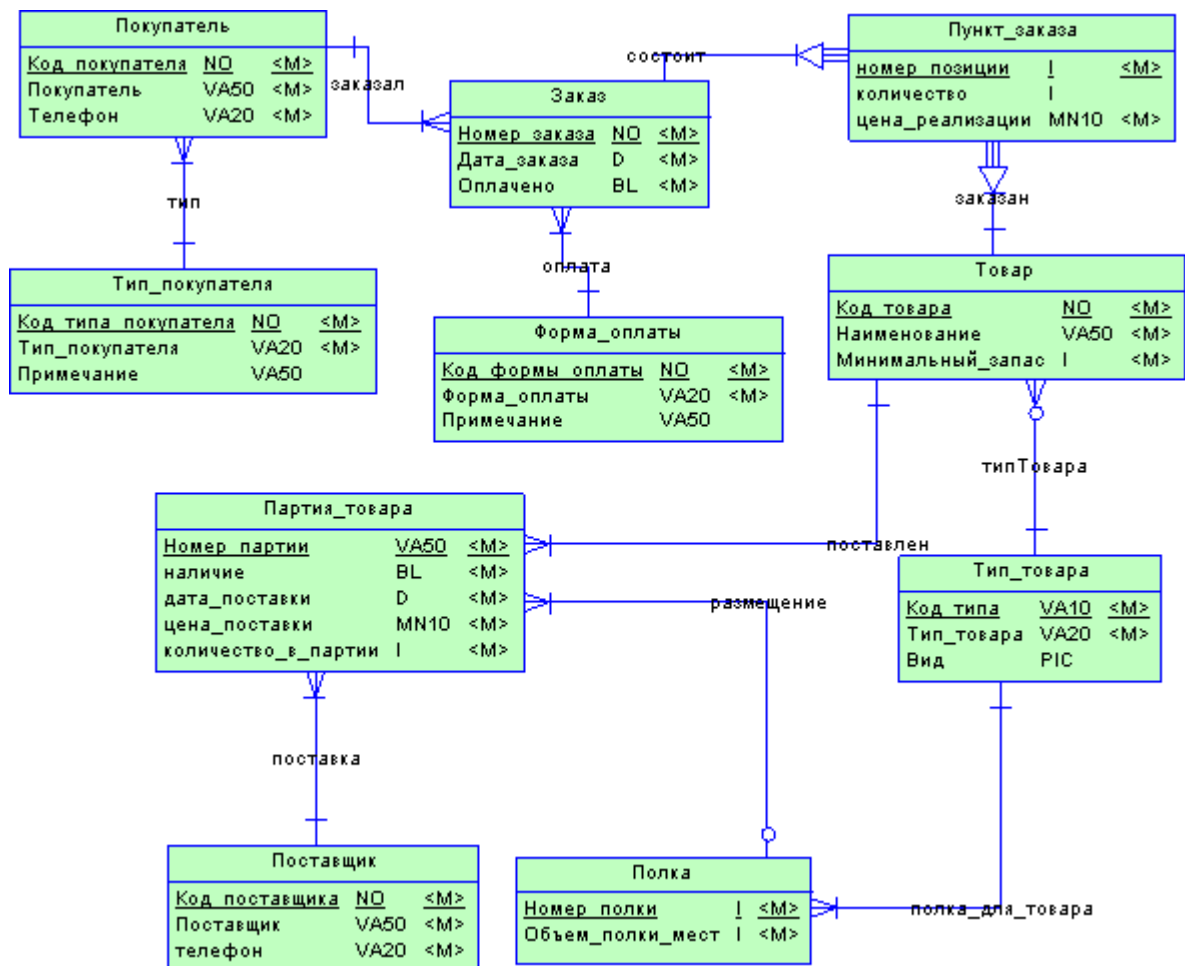

Рис.1. Логическая модель данных Склад
4. Визуальными методами (drag and drop) выполните создание связей между таблицами в соответствии с моделью данных (рис.1).